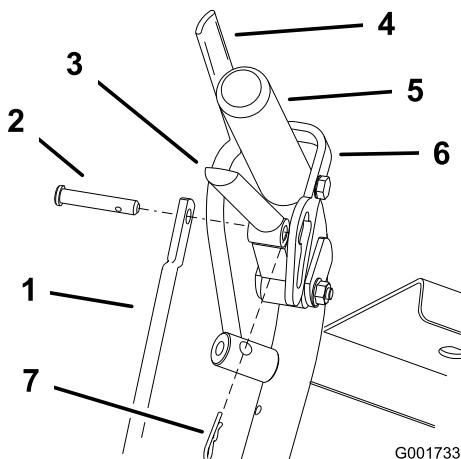
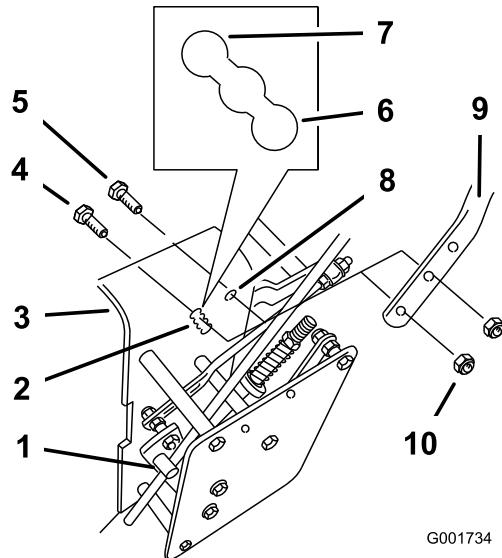

Figura 18
Figura 19
- Retire los pasadores y los pasadores de seguridad de las palancas de avance y los cierres de bloqueo de punto muerto (Figura 18).
2. Afloje los pernos con arandela prensada superiores (3/8 x 1-1/4 pulgada) y la tuerca con arandela prensada que sujetan el manillar al bastidor trasero (Figura 19).
3. Retire los pernos con arandela prensada inferiores (3/8 x 1 pulgada) y las tuercas con arandela prensada que sujetan el manillar al bastidor trasero (Figura 19).
5. Ajuste la longitud de la varilla de control girando la varilla de control en el acoplamiento (Figura 18 y Figura 19).
6. Instale el pasador de horquilla entre las palancas de avance y los cierres de bloqueo de punto muerto e introduzcalo en los pasadores de seguridad (Figura 18).